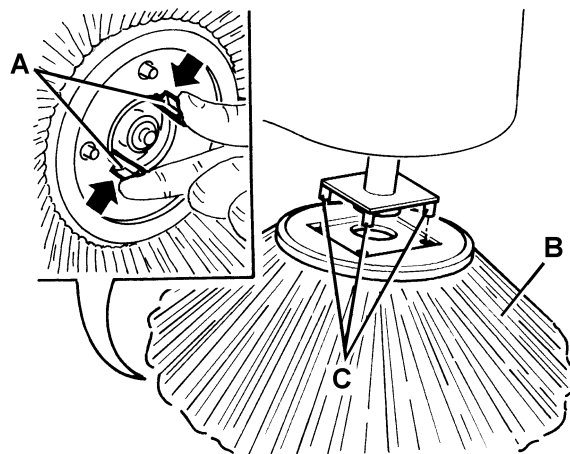

Figure 12
1. Amener la machine sur un sol plat et activer le frein à pédale (26), si équipé.
2. Tourner la clé de contact (71) sur "0".
3. Insérer la main à l'intérieur du balai latéral et appuyer sur les languettes (A, Fig. 12) vers l'intérieur, puis enlever le balai (B) en le dégageant des quatre pivots (C).
4. Installer le nouvel balai latéral dans la machine en l'engageant dans les pivots (C, Fig. 12) et dans les languettes (A).